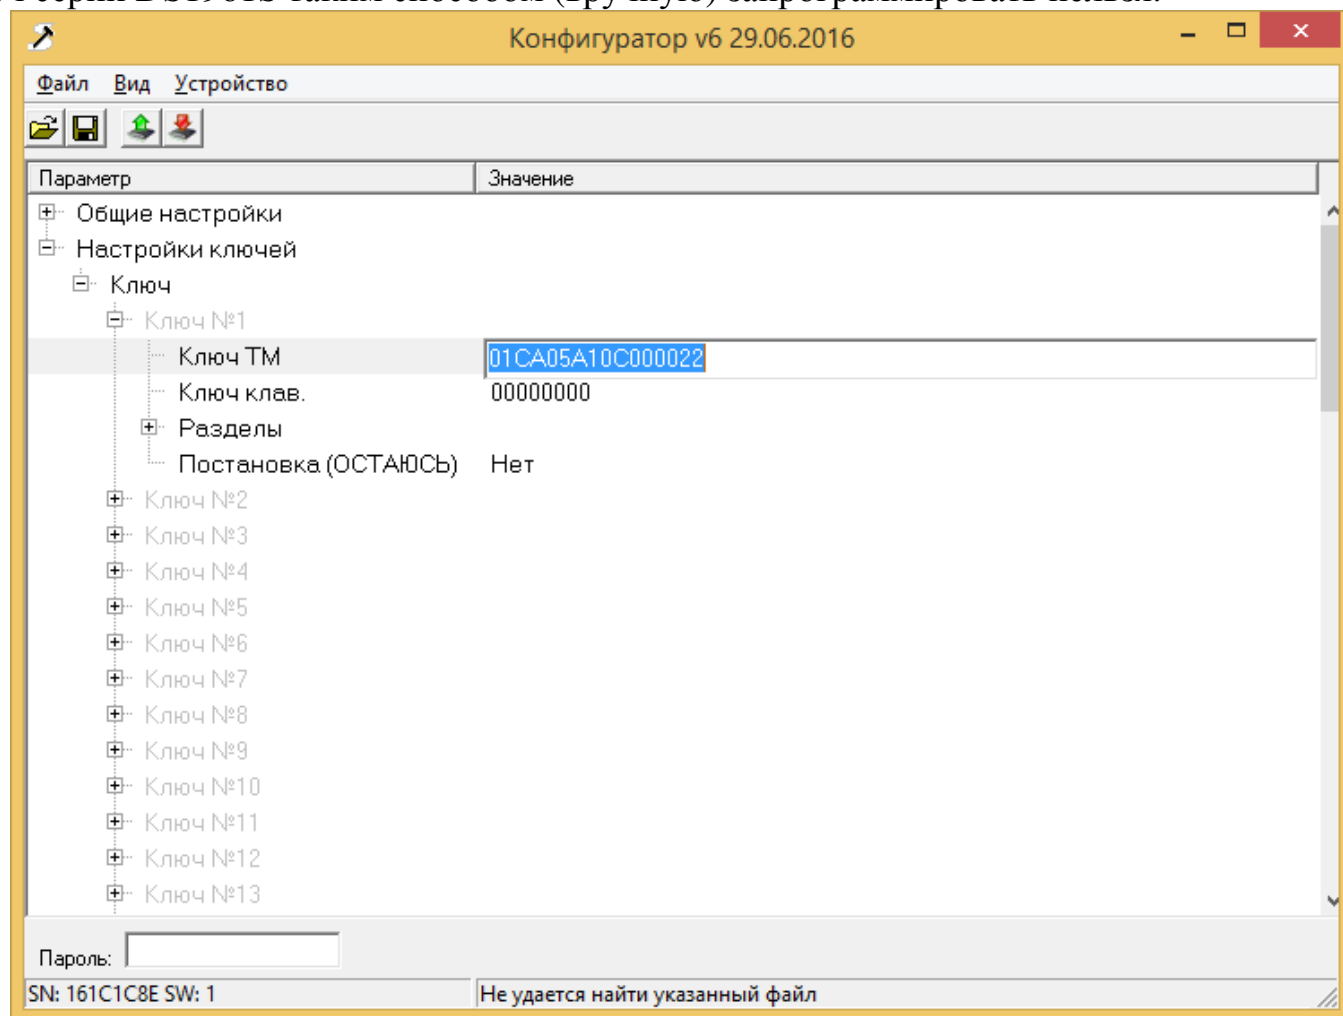

Рис.21
- Если известен код ключа DS1990A или аналогичного, можно занести его вручную. Для этого одинарным нажатием левой кнопки «мыши» или переводом курсора на строку «Ключ ТМ» выделить поле с кодом ключа (Рис.21), затем занести с клавиатуры ПК требуемый код (состоит из 16 цифр 0...9 и букв А,В,С,D,Е,F). Ключ серии DS1961S таким способом (вручную) запрограммировать нельзя.